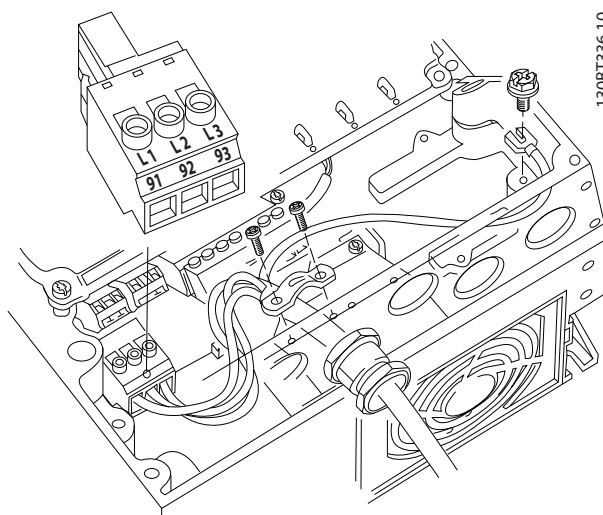

Ilustración 2.16 Conexión a la red de CA
- Conecte el cableado de alimentación de entrada trifásica de CA a los terminales L1, L2 y L3 (consulte *Ilustración 2.16*).